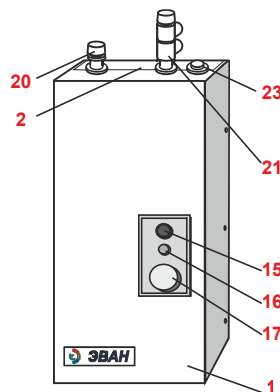

Рисунок 1.
4.1 Водонагреватели ЭВАН-В1 -6; -7,5; -9; -12; -15; -18; -21; -24; -30 в соответствии с рис.1, 2 состоят из следующих основных частей:
- кожуха (1) рис.1 с брызгозащитной панелью (2);
4.4 На входном патрубке установлен обратный клапан (20) (рис.1), при монтаже водонагревателя на выходной патрубке устанавливается "группа безопасности" (21) из комплекта поставки.
4.6 Для предотвращения попадания брызг на клеммник подключение питающего кабеля осуществляется через гермоввод (уплотнительную манжету) (23) (рис. 1).